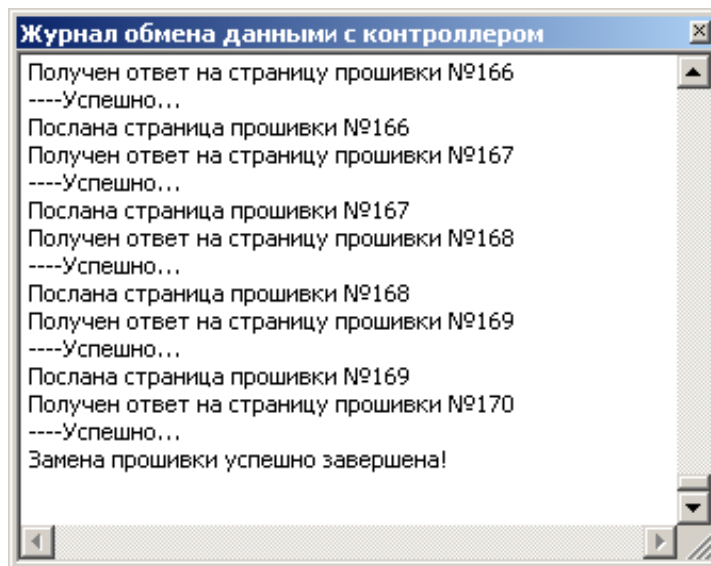

Рисунок 30
8) появится окно журнала обмена данными с контроллером (Рисунок 30):